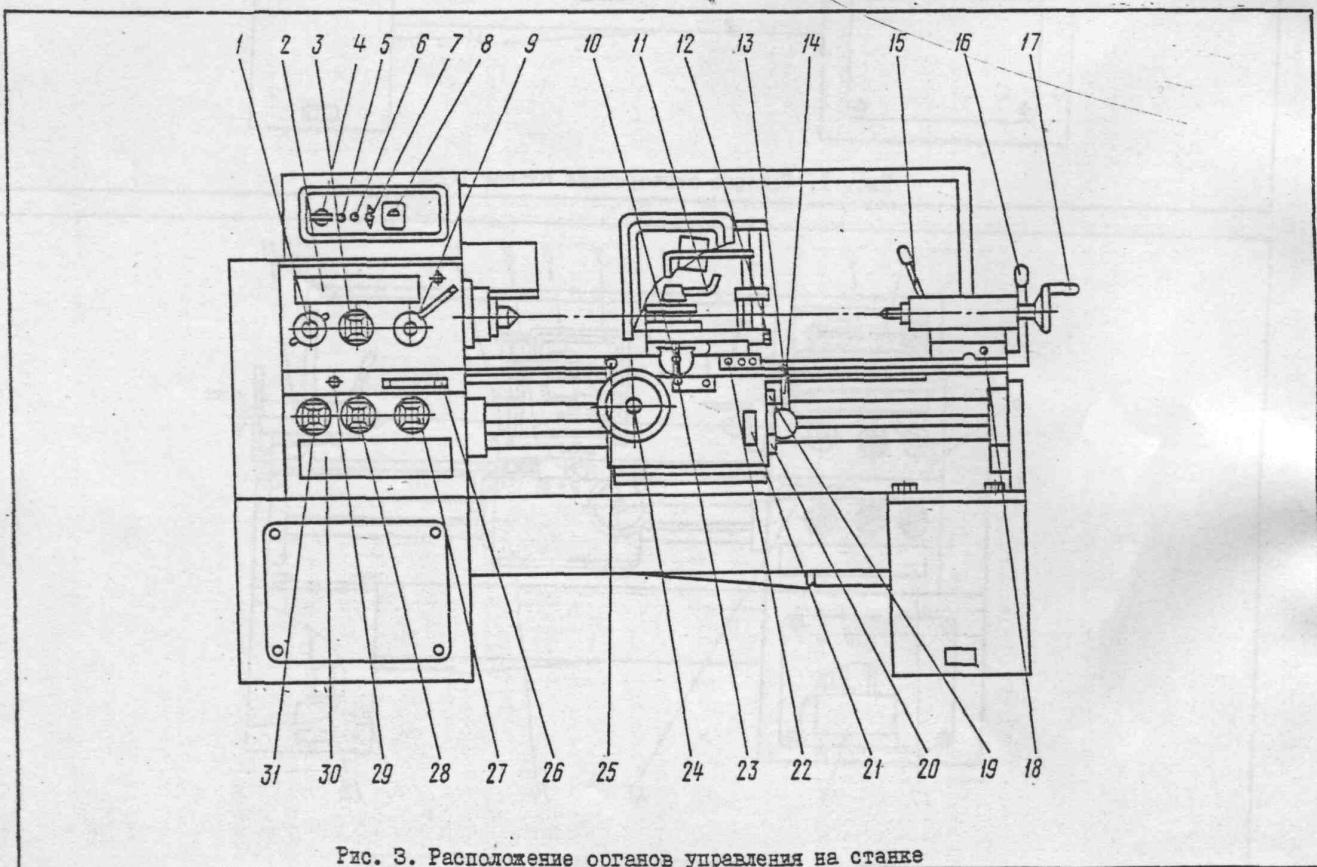

Рис. 3. Расположение органов управления на станке
Позиция на рис.3	Органы управления и их назначение
I.3.1. Расположение органов управления на станке представлено на рис.3.